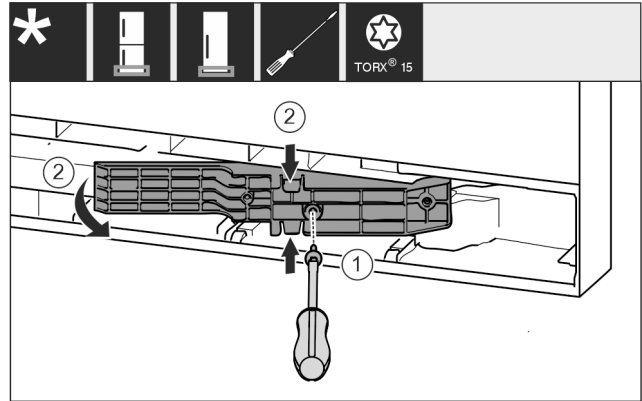

Fig. 18 \*
- ▶ Schroeven met schroevendraaier T15 losdraaien. Fig. 18 (1)\*
- ▶ Adapterstuk eruit trekken. Fig. 18 (2)\*